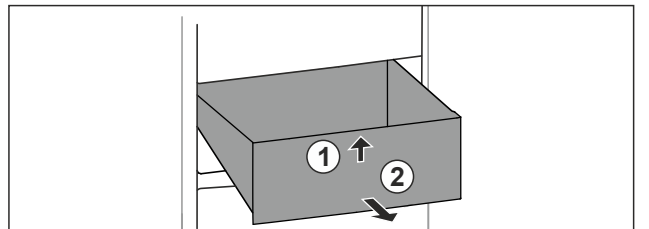

Fig. 20
- ▶ Підняти висувний ящик спереду. Fig. 20 (1)
- ▶ Вийняти висувний ящик рухом вперед. Fig. 20 (2)